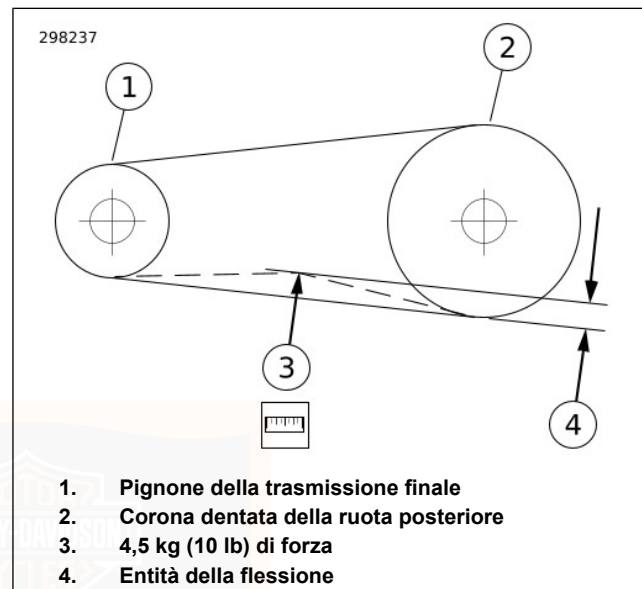

Figura 77. Controllo della flessione della cinghia
- b. **Tutti gli altri modelli:** vedere Figura 77. Misurare la flessione (4) tenendo fermo il misuratore.